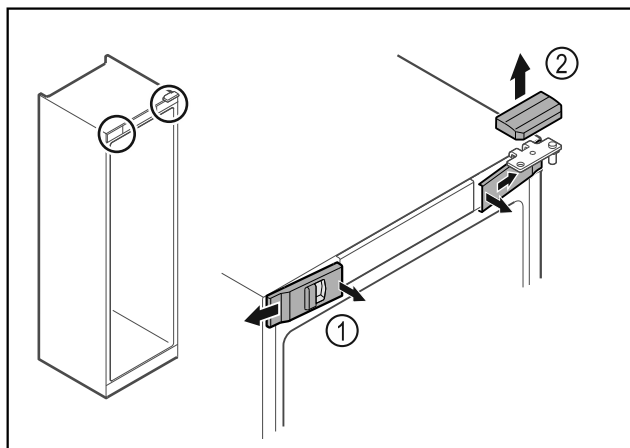

Fig. 5
- Uvolněte uvnitř přední kryty Fig. 5 (1) a sejměte je stranou.
- Horní kryt Fig. 5 (2) odeberte směrem nahoru.